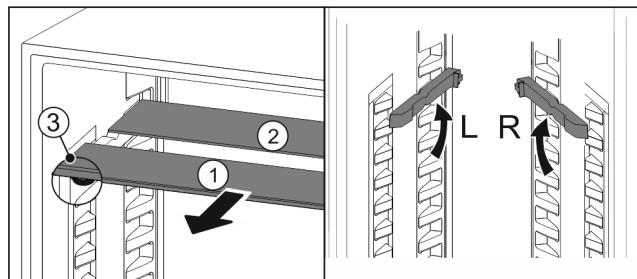

Fig. 118
- Skleněné desky jednotlivě vytáhněte dopředu Fig. 118 (1).
- Skleněná deska Fig. 118 (1) s ozdobnou lištou leží vpředu.
- Zarážky Fig. 118 (3) směřují dolů.